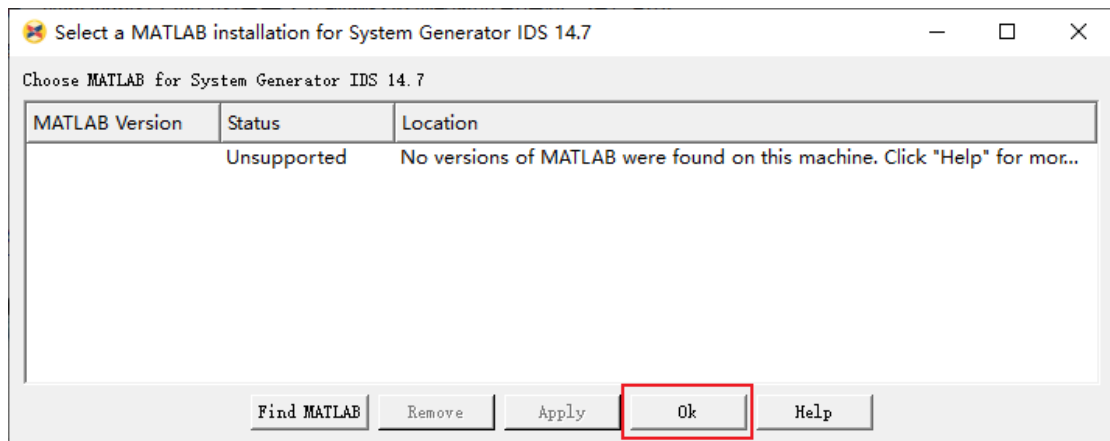

图 1-17 MATLAB 定位对话框
13) 弹出 MATLAB 定位对话框，可以与 MATLAB 协同工作，点击“Ok”跳过。如图 1-17 所示。